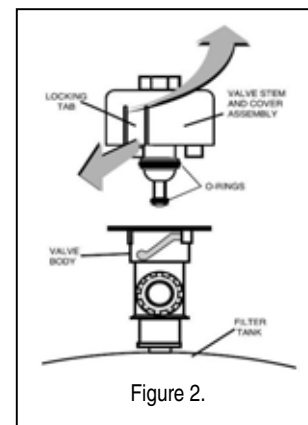

Figure 2.
3. Avec la soupape de surpression fixée au réservoir du filtre, tirez les languettes d'arrêt et retirez la queue de soupape ainsi que le couvercle avec un mouvement de rotation anti-horaire et de levage. Voir la figure 2.